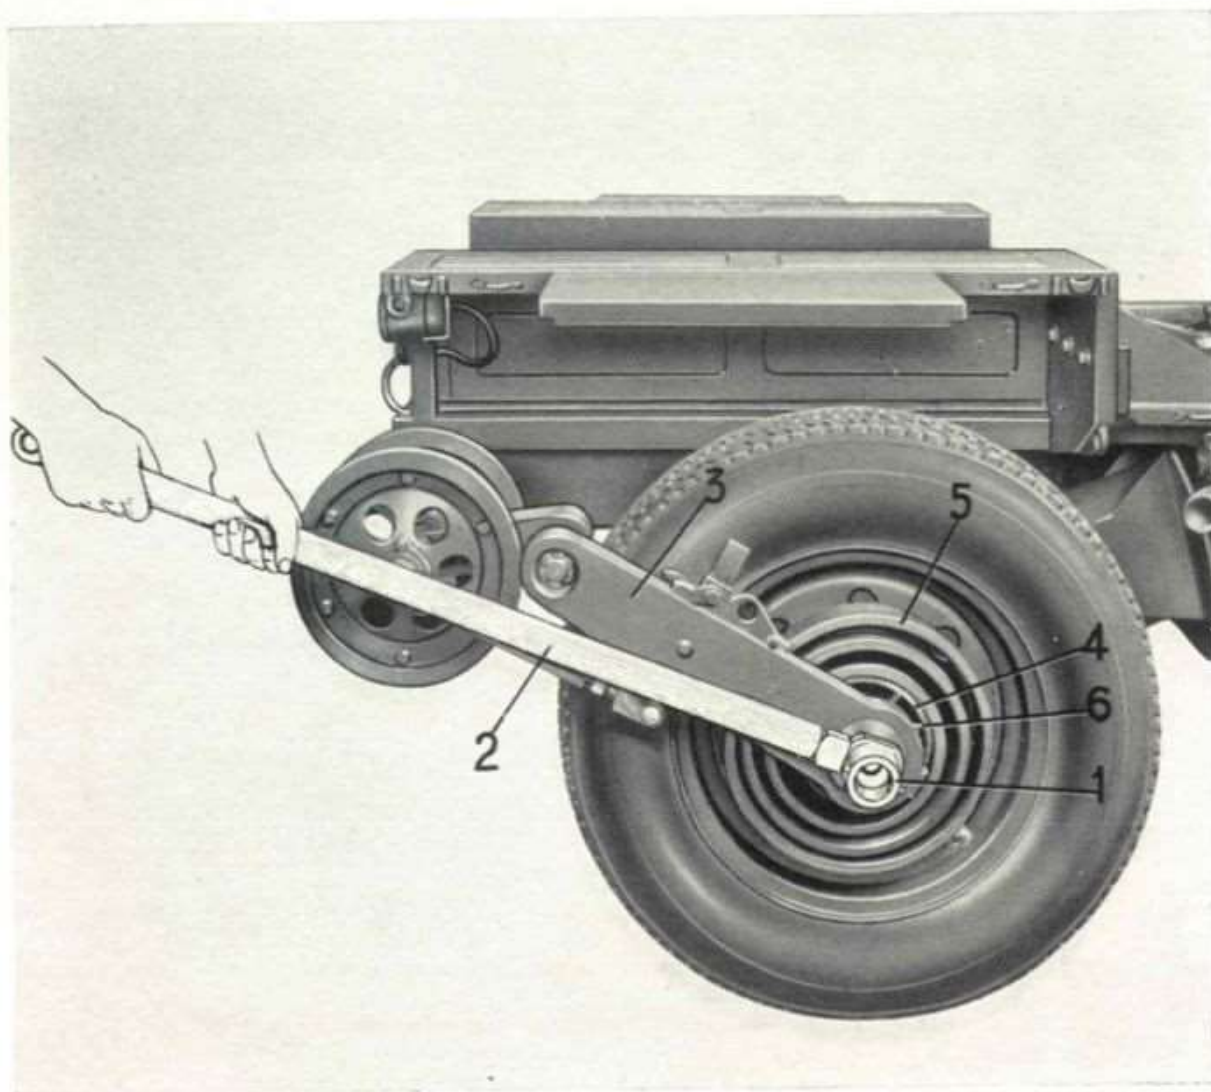

Fig. 13. - Smontaggio ruote posteriori.
SMONTAGGIO RUOTE POSTERIORI (ved. fig. 13)
MONTAGGIO CINGOLI (ved. fig. 13 - 16 - 17)
- 2° — togliere, mediante apposita chiave e braccio leva, il tappo per bloccaggio braccio porta-cingolo (come dimostrato a fig. 13);